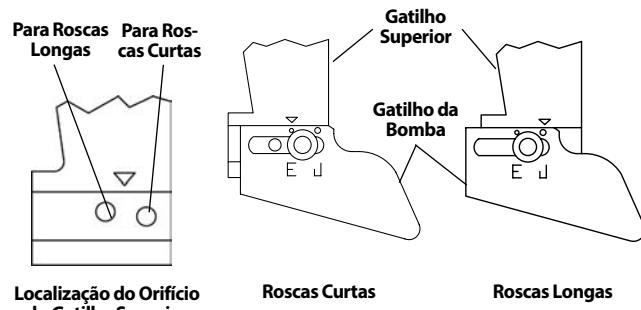

Figura 18 – Ajustar Comprimento da Rosca
2. Para roscas curtas, mude o gatilho inferior no sentido da broca da máquina. Para roscas longas, desloque-o para longe da broca (*consulte Figura 18 – definições de fábrica mostradas*). Roscas longas são tipicamente preferidas no Leste e roscas curtas no resto da Europa. Configure conforme pretendido.